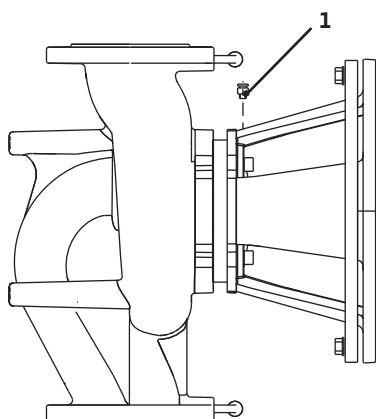

Fig. 38: Válvula de ventilação
- Despressurizar a bomba abrindo a válvula de ventilação (fig. 38, pos. 1).